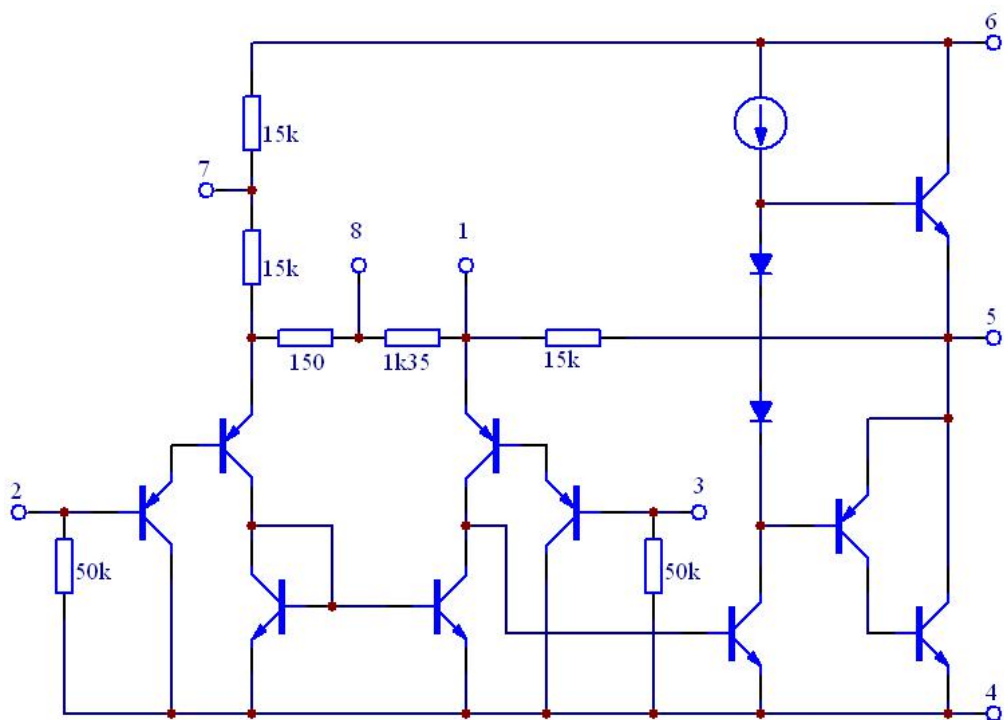

图 12.2 LM386 内部电路
1. 复习集成功率放大电路工作原理，对照图 12.2 分析电路工作原理。